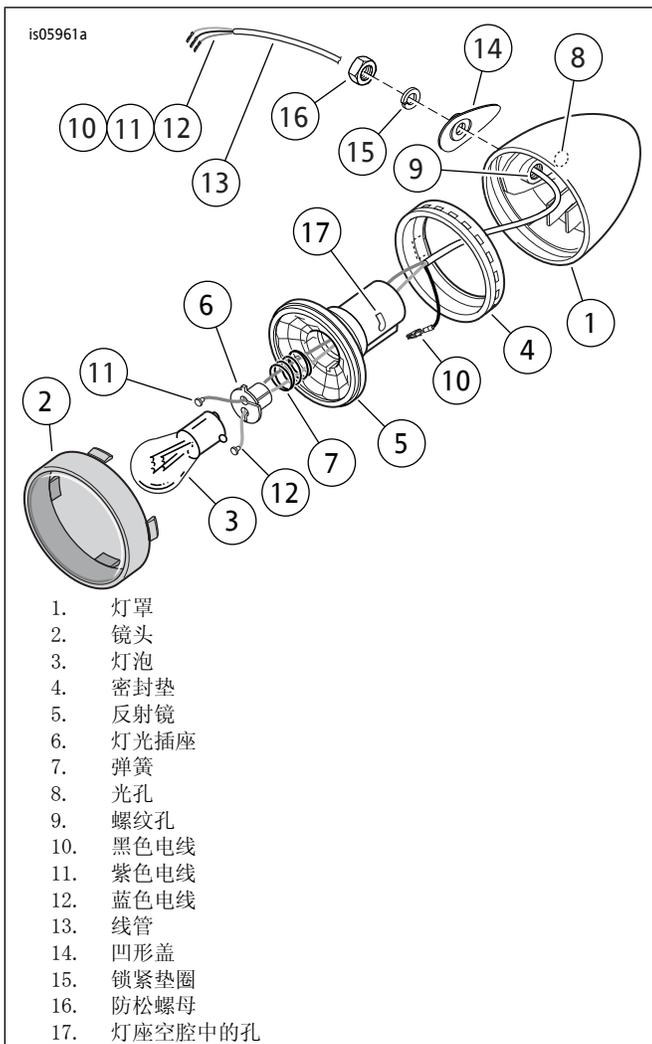

图1. 刹车灯/尾灯/转向信号灯( 图示为右侧 )
1. 参见图1。把小螺丝刀的刀头插入其中一个STT灯车灯玻璃( 2 )底部的槽中，扭转螺丝刀以便将车灯玻璃和灯罩( 1 )分离。推入灯泡( 3 )并逆时针转动，拆下灯泡。保留车灯玻璃和灯泡以便稍后安装。